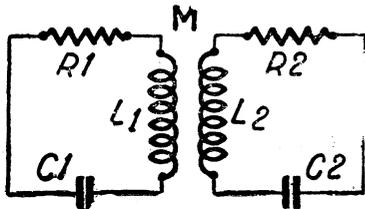

Figure 4
1) Les deux circuits couplés comportent self, capacité et résistance (cas des circuits filtres de bande) (fig. 4).